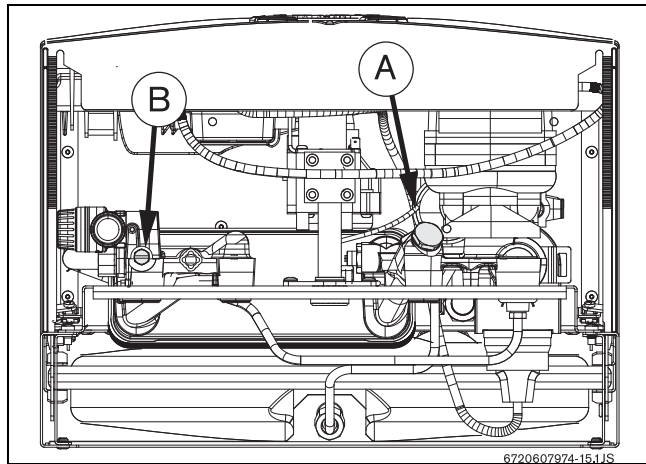

Рис. 35
- ▶ Снять крышку (Рис. 35, поз. А).
- ▶ Отвинтить сливной винт (Рис. 35, поз. В).